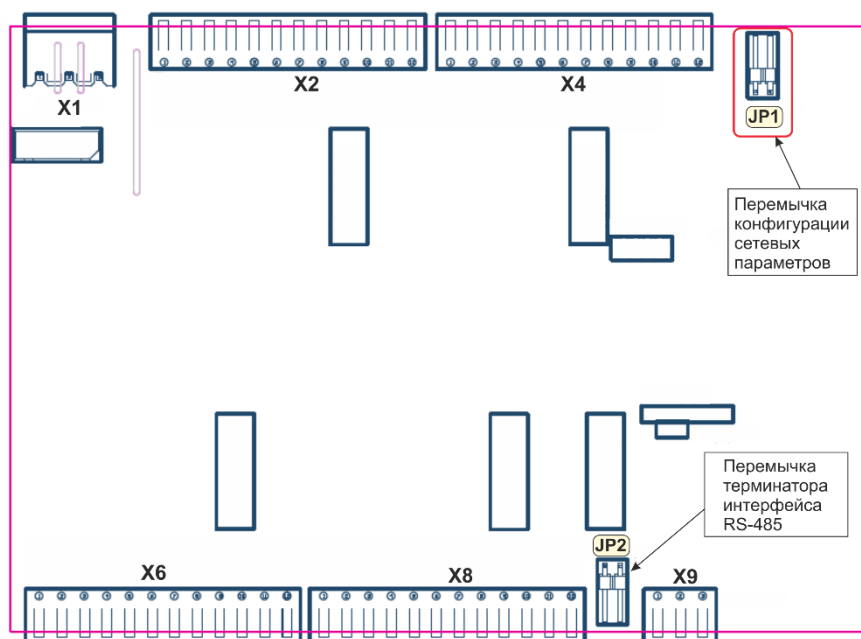

Рисунок 4.8 – Положення перемички JP1 на платі модуля (корпус модуля знято)
4.3.6.1 Знеструмити модуль, зняти з шини та встановити перемичку JP1 (рис. 4.8), після чого встановити модуль назад на шину. Модуль перейде в режим конфігурації налаштувань мережі, про що свідчить миготіння світлодіода "PWR" на передній панелі приладу.